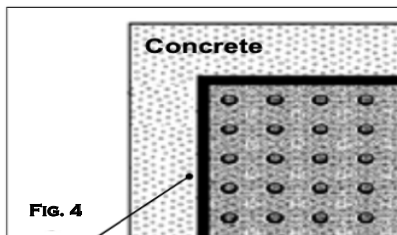

FIG. 4
4. **IMPORTANT:** Using an edging tool, go around entire perimeter of the tile to allow for expansion. (Fig. 4)
4. **IMPORTANTE:** Con una herramienta de corte haga un borde alrededor del perímetro entero para permitir su expansión. (Fig. 4)